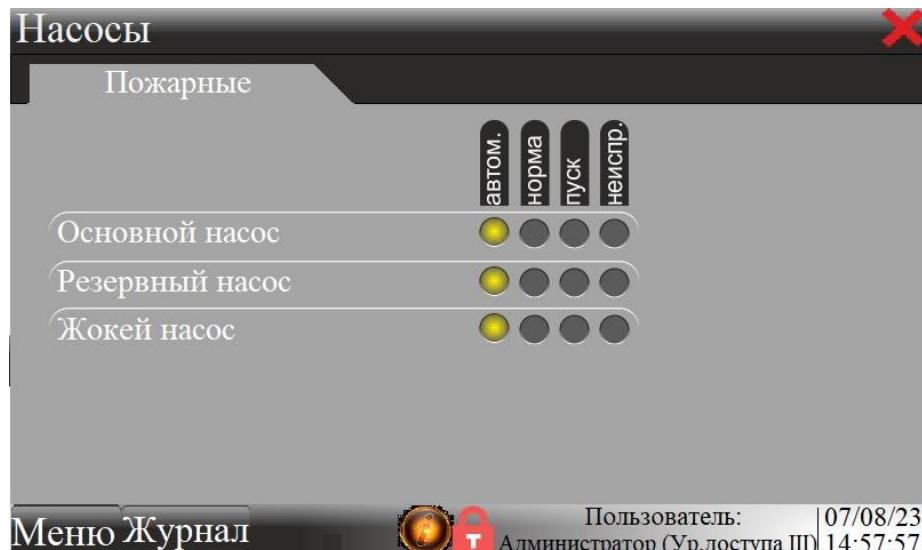

Рисунок 4 – Окно «Насосы»
8.7 Кнопка «Затворы» позволяет перейти в окно состояния устройств контроля положения - рисунок 4. Кнопки «Аналоговые» и «Адресные» позволяют увидеть окна состояний аналоговых УКПЗА и адресных УКПЗА соответственно. Индикаторы «Открыто», «Закрыто», «Среднее», «Обрыв», «КЗ» подсвечиваются в зависимости от состояния контролируемого затвора.